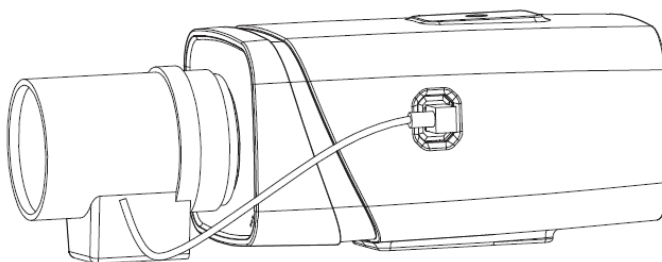

Рисунок 5.2 – Подключение кабеля объектива
2. Вставьте разъём кабеля объектива в разъём АРД (автоматическая регулировка диафрагмы) на боковой панели устройства (Рисунок 5.2).